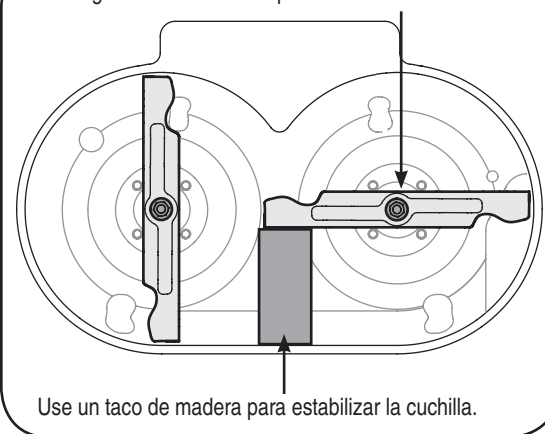

Figura 5-12
2. Coloque un taco de madera 2x4 de aproximadamente 8.5 pulgadas de largo entre el alojamiento de la plataforma y la cuchilla de corte, para que actúe como estabilizador, Figura 5-12.
3. Extraiga la tuerca de brida hexagonal que asegura la cuchilla al montaje del husillo, Figura 5-12.